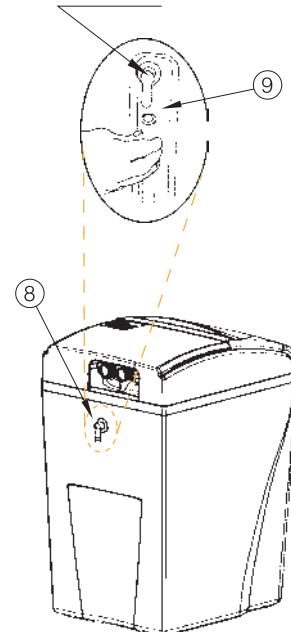

рисунок 1
- 2 Вкрутите переливной патрубок (см. рисунок 1) с задней стороны корпуса.
\*для доступа к кнопкам управления контроллера необходимо снять крышку 2 (см. рисунок 1 на стр. 7)